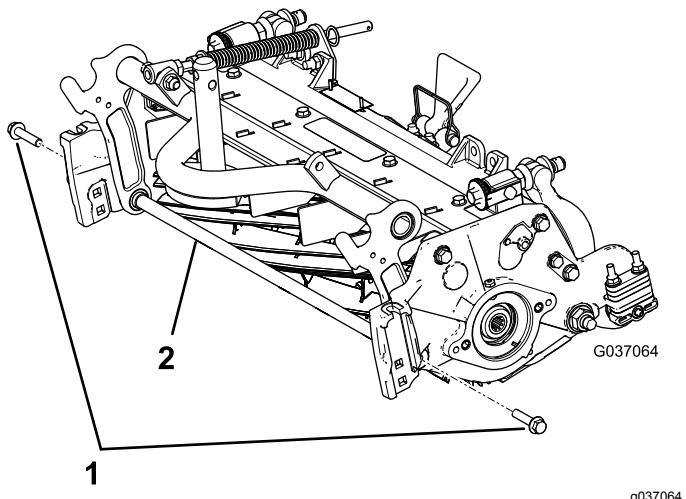

Figure 4
- Retirez les 2 boulons à embase qui fixent la tige de support et déposez la tige (Figure 4).